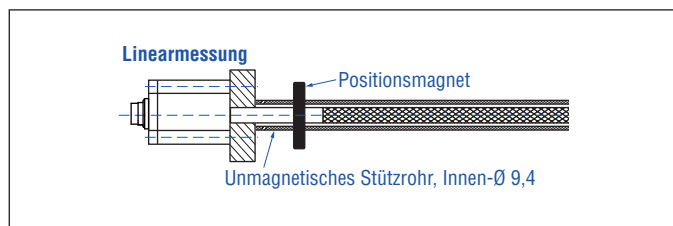

Abb. 18: Sensor mit Stützrohr/Schutzrohr
1. Führen Sie den flexiblen Messstab immer in einem Stützrohr/ Schutzrohr (z.B. Sensorrohr HD/HL/HP oder HFP-Profil). Das Stützrohr muss aus unmagnetischem Material bestehen und einen Innendurchmesser von mindestens 9,4 mm haben (Abb. 18). Es kann gerade oder gebogen sein.